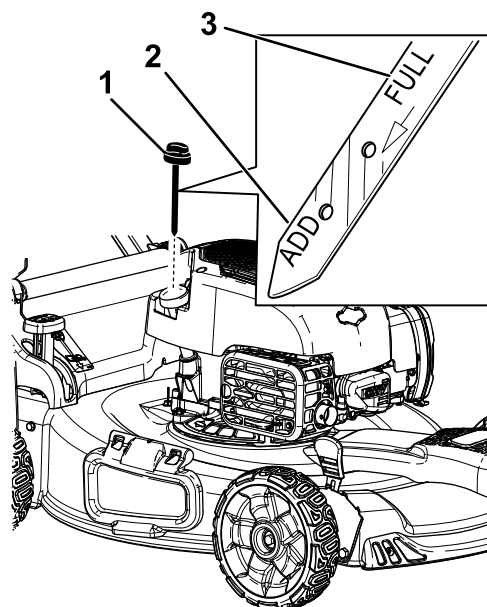

図 25
3. キャップを左に回してディップスティックを抜き取る 図 25。
10. ディップスティックの目印で油量を点検する 図 25。